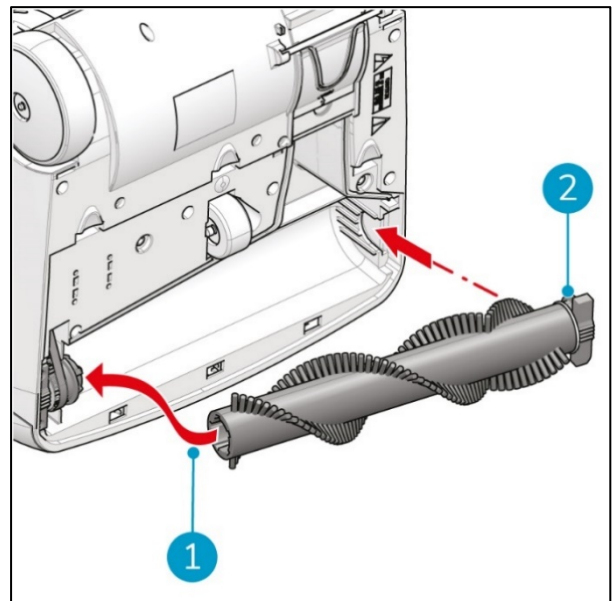

Abbildung 27
6. Platzieren Sie die neue rotierende Bürste zuerst auf der Antriebsriemensseite (Abbildung 27, Pos. 1). Achten Sie darauf, die Nuten in der Bürste an den Nocken auf dem Antriebsrad auszurichten.
7. Schieben Sie die andere Seite der Bürste in die Bürsteneinheit (Abbildung 27, Pos. 2). Sie muss hörbar einrasten.